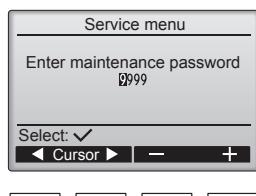

Fig. 7-2
① Выберите в Главном меню пункт “Service” (Сервисное обслуживание) и нажмите кнопку .
② После выбора Сервисного меню появится окно ввода пароля. (Fig. 7-2)